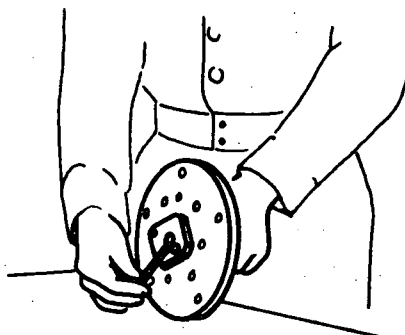

Fig. 1
- d Monte o flange no cubo da máquina (fig. 1).